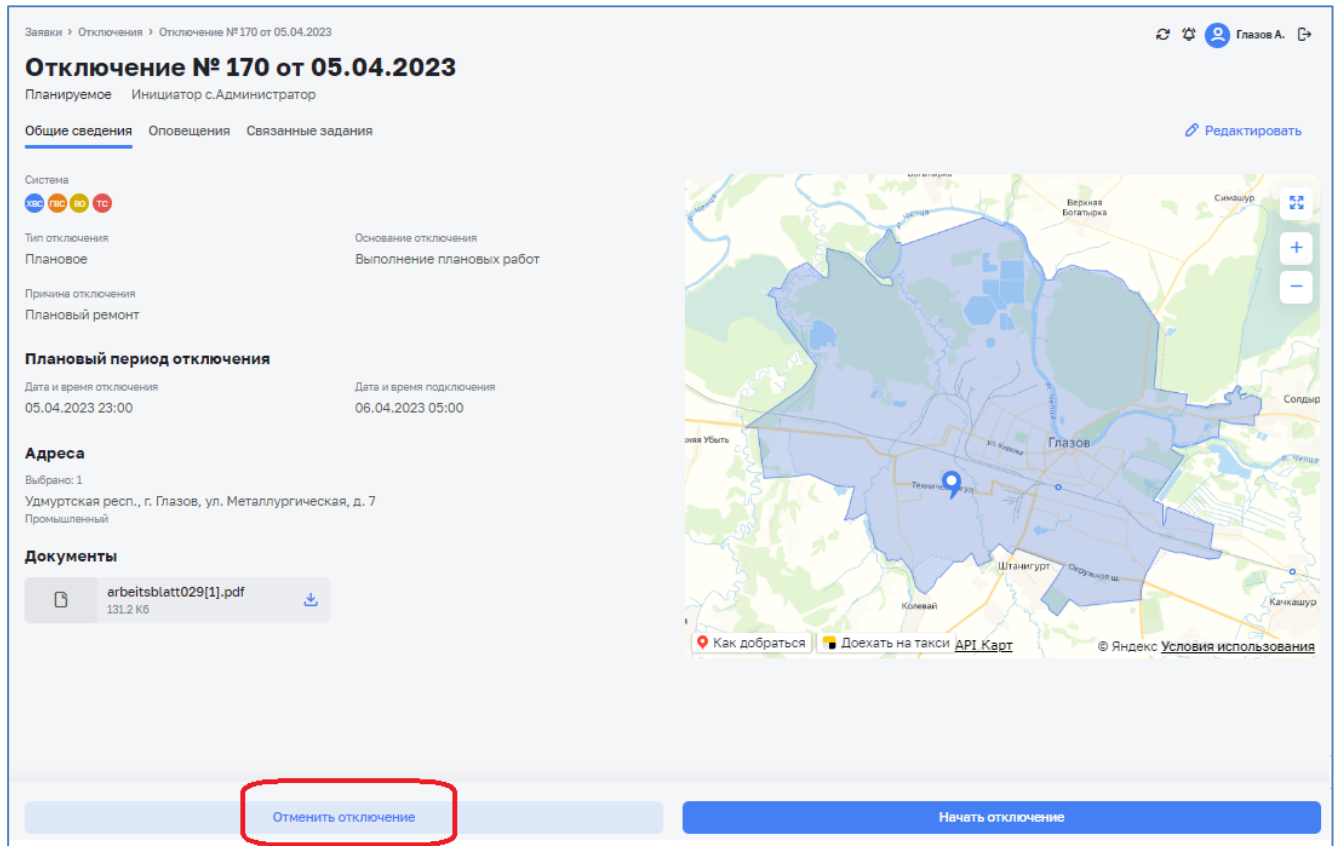

Рисунок 150 – Отмена отключения в карточке отключения
- В карточке отключения, нажав на кнопку «Отменить отключение» (Рисунок 150);